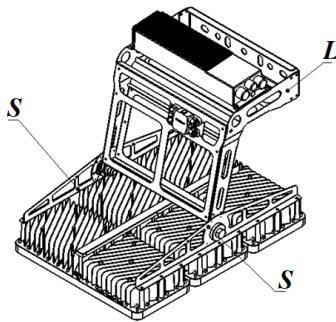

Рис.5
Переноску прожекторов Ultrix осуществлять за лиру (L), либо силовые элементы (S) крепления светодиодных модулей (рис.5). Запрещается поднимать прожектор за радиаторы, драйверный отсек, коммутационную коробку и соединительные кабели.